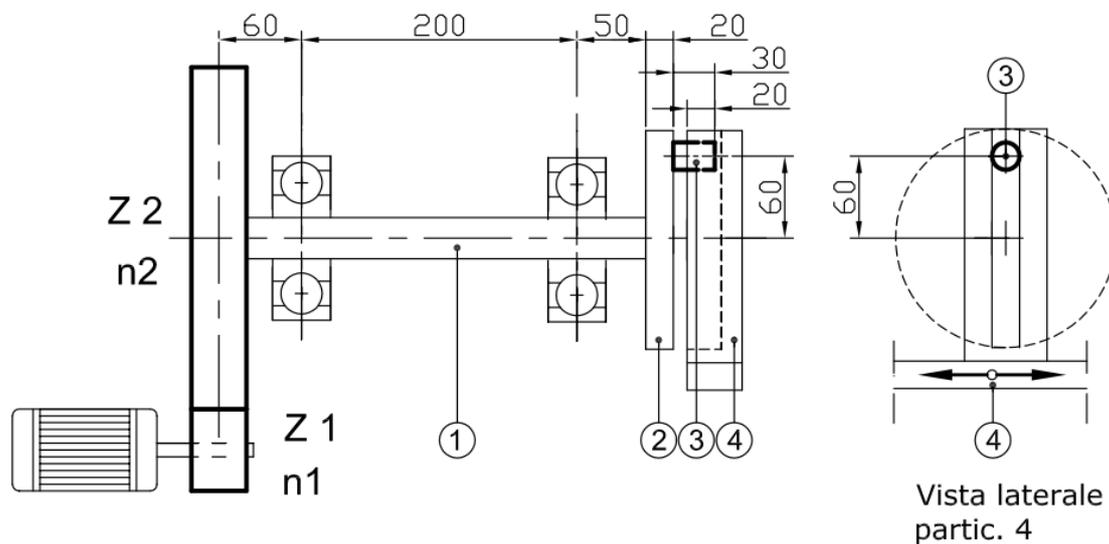

Fig. 1
Un motore elettrico, **Fig. 1**, aziona, tramite una coppia di ruote dentate cilindriche a denti dritti, un albero di trasmissione (1) alla cui estremità opposta risulta calettato un disco (2), il quale nella parte esterna porta un perno (3). Il perno scorre all'interno di una scanalatura praticata sul particolare (4), per la trasformazione del moto rotatorio dell'albero nel moto alternativo dello stesso particolare (4).